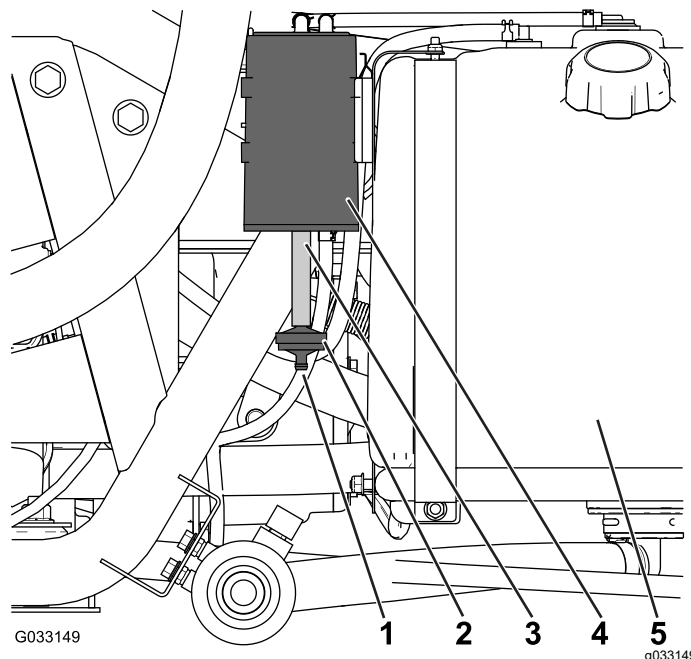

Figura 47
Verifique a abertura na parte inferior do filtro de ar para o corpo de carbono para garantir que este está limpo e livre de detritos e obstruções (Figura 47).
1. Remova o encaixe farpado do filtro do corpo de carbono da mangueira na parte inferior do corpo de carbono e remova o filtro (Figura 47).